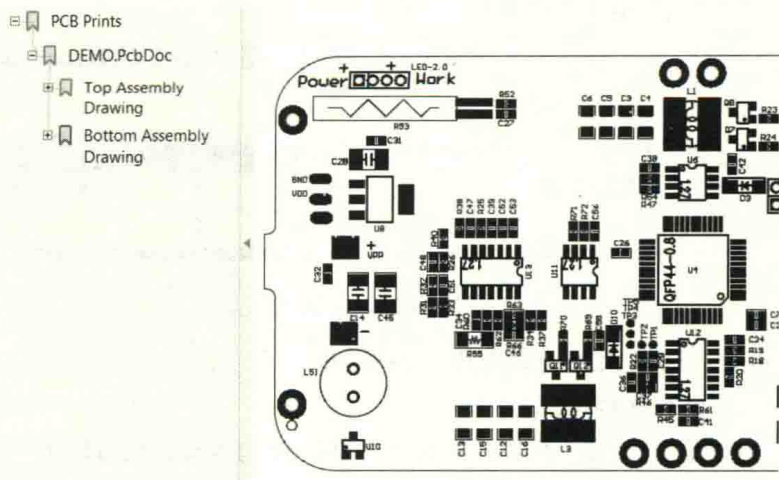

图 10-33 Demo 案例装配图的 PDF 文件输出效果图
(6) 对于 Demo 案例装配图，其 PDF 文件输出效果图如图 10-33 所示。